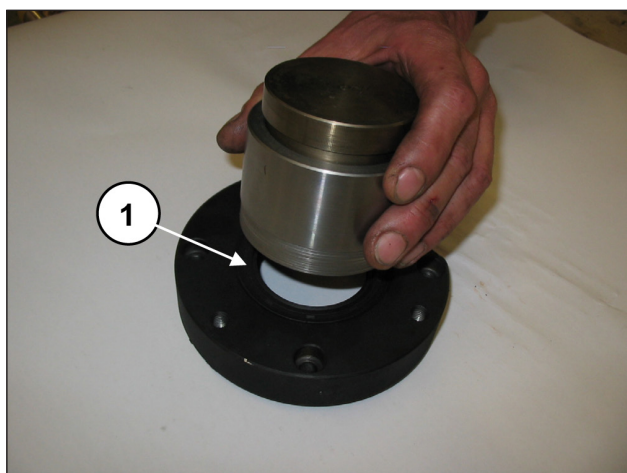

Fig. 64
Pré-monte as coberturas do rolamento PTO direito e esquerdo: Insira o anel de vedação radial no interior da cobertura do rolamento PTO, mediante o uso da ferramenta, cód. 27539500 (pos. ①, Fig. 64).